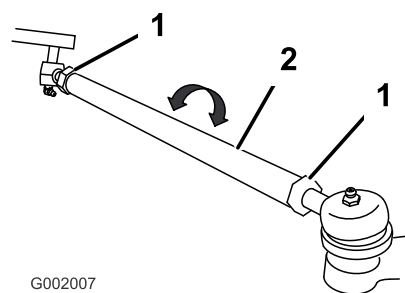

図 55
5. 前後の測定値の差が所定範囲にない場合、タイロッド両端のジャムナットを外して調整を行う (図 55)。